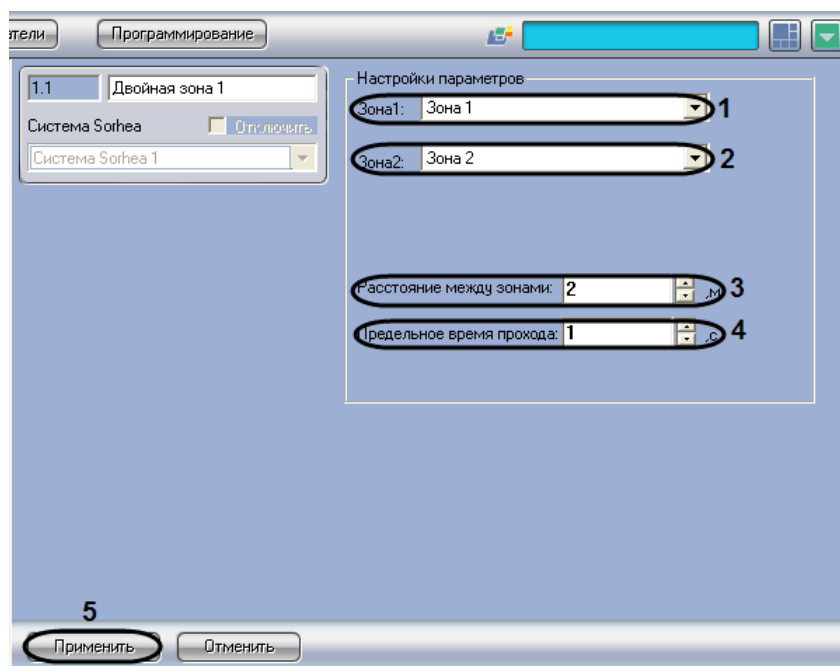

Рис. 3.7-2 Настройка двойной зоны обнаружения
1. Перейти на панель настройки объекта **Двойная зона** (Рис. 3.7-2)
2. Из раскрывающегося списка **Зона1** выбрать название объекта **Зона**, соответствующего первой зоне обнаружения, назначенной для данной двойной зоны (см. Рис. 3.7-2, **1**).
3. Из раскрывающегося списка **Зона2** выбрать название объекта **Зона**, соответствующего второй зоне обнаружения, назначенной для данной двойной зоны (см. Рис. 3.7-2, **2**).
4. В поле **Расстояние между зонами** ввести с помощью кнопок **вверх-вниз** расстояние в метрах между выбранными зонами обнаружения (см. Рис. 3.7-2, **3**). Данная настройка используется для оценки скорости объекта, проникшего на охраняемую территорию.
5. В поле **Предельное время прохода** ввести с помощью кнопок **вверх-вниз** максимальное время в секундах, для прохода между зонами обнаружения (см. Рис. 3.7-2, **4**). В случае,
6. Для сохранения внесенных изменений нажать кнопку **Применить** (см. Рис. 3.7-2, 5).